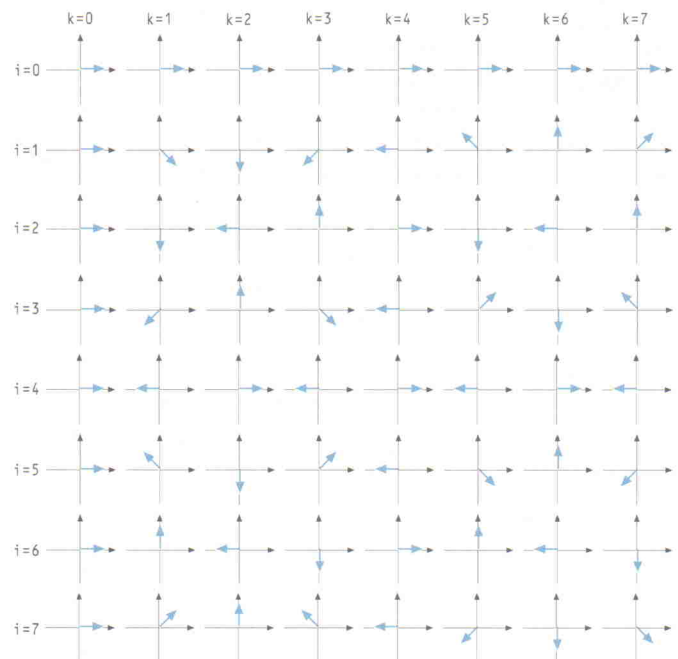

Bild 2. Zeigerdarstellung der komplexen Exponentialfunktion $e^{-j2\pi(i/n)k}$ mit $N=8$ für alle sinnvollen Kombinationen der Parameter i und k .
Die Transformation vom Zeit- in den Frequenzbereich durch Formel (3) läßt sich auch anschaulich deuten. Zunächst betrachten wir die komplexe Exponentialfunktion im rechten Teil der Formel. Diese muß entsprechend der Rechenvorschrift bei fest vorgegebenen Parametern i und N für unterschiedliche Werte des Summationsindex k berechnet werden und hängt nicht vom Signal $x[k]$ ab. Bekanntlich liefert die komplexe Exponentialfunktion jeweils einen Zeiger in der komplexen Zahlenebene zurück, dessen Länge immer gleich Eins und dessen Argument (Drehwinkel) gleich dem Argument der komplexen Exponentialfunktion ist. Für den Fall $N = 8$ zeigt Bild 2 die Lage der Zeiger für alle sinnvollen Kombinationen von i und k . Zu einer festen Frequenz (entsprechend einem konstanten i) gehört jeweils eine Zeile des Diagramms. Innerhalb jeder Zeile dreht sich der Zeiger von Bild zu Bild um einen konstanten Winkel weiter. Für $N = 8$ beträgt der Drehwinkel in Zeile $i = 1$ von Bild zu Bild $i \cdot 45$ Grad. Aufgrund des negativen Vorzeichens im Argument der komplexen Exponentialfunktion bezieht sich dieser Winkel auf eine mathematisch negative Drehrichtung, also in Richtung des Uhrzeigersinns. Stellt man auch die Abtastwerte des Signals $x[k]$ durch Zeiger dar,
so bewirkt die Multiplikation mit der komplexen Exponentialfunktion eine Drehung dieser Zeiger. Daher werden die Multiplikationsfaktoren für das Signal in der DFT auch als *Drehfaktoren* bezeichnet. Betrachtet man jetzt nochmals Formel (3), so erkennt man, daß für die Berechnung eines konkreten $X[i]$ jeweils alle Drehfaktoren von Zeile i aus Bild 2 benötigt werden. Diese werden jeweils mit aufeinanderfolgenden Abtastwerten $x[k]$ multipliziert bzw. gewichtet, was grafisch einer Streckung des zugehörigen Zeigers um den Faktor $x[k]$ entspricht. Alle so in ihrer Länge veränderten Zeiger einer Zeile werden nun aufaddiert, also grafisch aneinandergehängt und ergeben als Resultat den komplexen Zeiger $X[i]$. Die Länge dieses Zeigers stellt ein Maß für die Stärke der im Signal $x[k]$ vorhandenen Frequenzkomponenten in der Nähe der zu i gehörenden Frequenz dar. Folgende zwei Beispiele verdeutlichen diese Aussage:
chen Ergebnisse liefert. Aus Gründen der Einfachheit beschränken wir uns hier auf FFTs mit Längen, die als Potenz von 2 geschrieben werden können, also z. B. 64, 128, 256, usw. Prinzipiell sind auch FFTs mit anderen Längen möglich, allerdings basieren diese nicht mehr ausschließlich auf dem hier dargestellten *Radix-2-Algorithmus*. Der Trick bei der FFT besteht darin, Redundanzen bei der Berechnung der DFT zu vermeiden, indem alle notwendigen Multiplikationen mit jedem Drehfaktor nur *einmal* berechnet werden. Einige der angesprochenen Redundanzen lassen sich bereits in Bild 2 erkennen. Beispielsweise erkennt man in der Spalte zu $k = 4$, daß